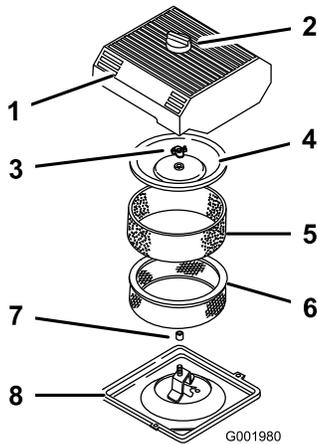

图 24
3. 清洁空气滤清器的周围、防止灰尘进入发动机并导致损害 图 24。
4. 松开空气滤清器盖上的旋钮、取下滤清器盖 图 24。
5. 小心将泡沫滤芯滑出纸质滤芯 图 24。
6. 拧下护罩螺母取下护罩和纸质滤芯 图 24。
1. 小心将泡沫滤芯滑落到纸质空气滤清器滤芯上 图 24。
3. 安装护罩螺母、用手指拧紧护罩 图 24。
4. 安装空气滤清器盖和旋钮 图 24。